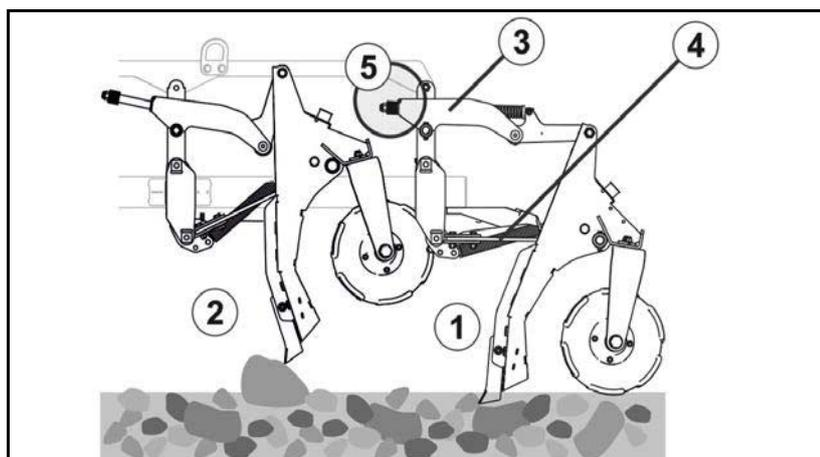

Fig. 47
- une possibilité d'écartement verticale par le tirant supérieur (Fig. 47/3) qui se plie contre la force du ressort.
- une possibilité d'écartement horizontale par les tirants inférieurs (Fig. 47/4) en acier à ressorts.